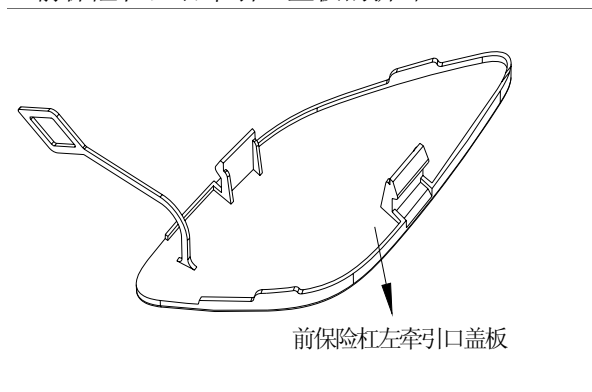

图 4-8-1-8 前保险杠牵引口盖板的拆卸
- (1) 掰开如图 4-8-1-8 中所示的安装卡角，用手抓住牵引口盖板外侧向外拉，内侧用手掰开卡角向外推，前保险杠左右牵引口盖板卡角各 2 个；
- (2) 拆下前保险杠左右牵引口盖板。